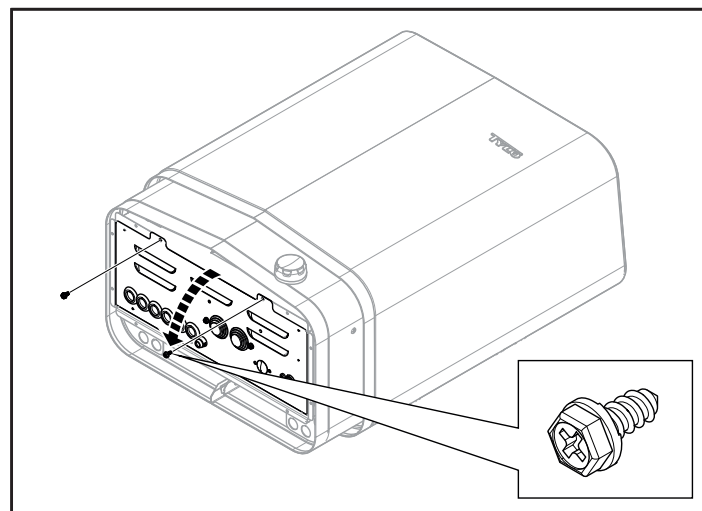

Fig 8: Öppna/stänga luckan
2. Lossa skruvarna och öppna luckan (se Fig 8).
7. Stäng luckan och skruva i skruvarna (se Fig 8, sidan 3).